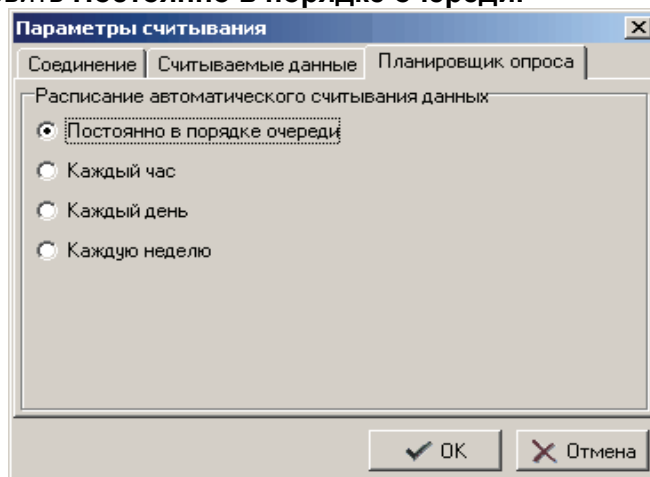

Рисунок 3.23
-Закладка **Планировщик опроса** (рисунок 3.23) позволяет определить время считывания. Рекомендуется установить **Постоянно в порядке очереди**.